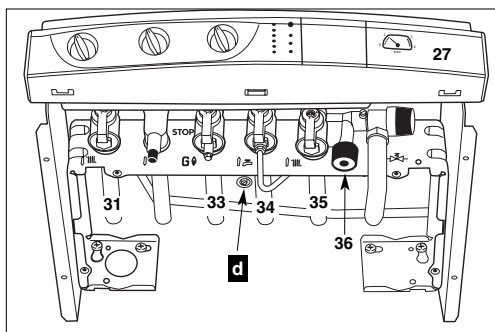
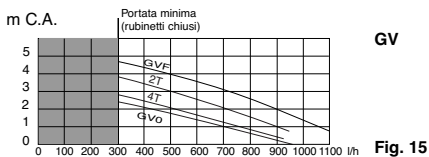

Fig. 14
Fig. 15
- aprire il rubinetto dell'acqua fredda **34** (fig. 14) sulla barretta rubinetteria,
- aprire il rubinetto di riempimento **36** (fig. 14),
- richiudere tale rubinetto quando la lancetta del manometro **27** (fig. 14) indica una pressione superiore a quella determinata a § 3,
- aprire il rubinetto d'arrivo del gas **33** (fig. 14),
- **GV**, curve fig. 15, (regolazione di fabbrica).
Agire sulla vite **d** (fig. 14) di regolazione del by-pass, visibile sotto il pannello idraulico (per aprire è necessario svitare), in modo da adattare la prevalenza disponibile alle perdite di carico dell'impianto, secondo le curve di diagramma GV o PV (fig. 15 o 16).